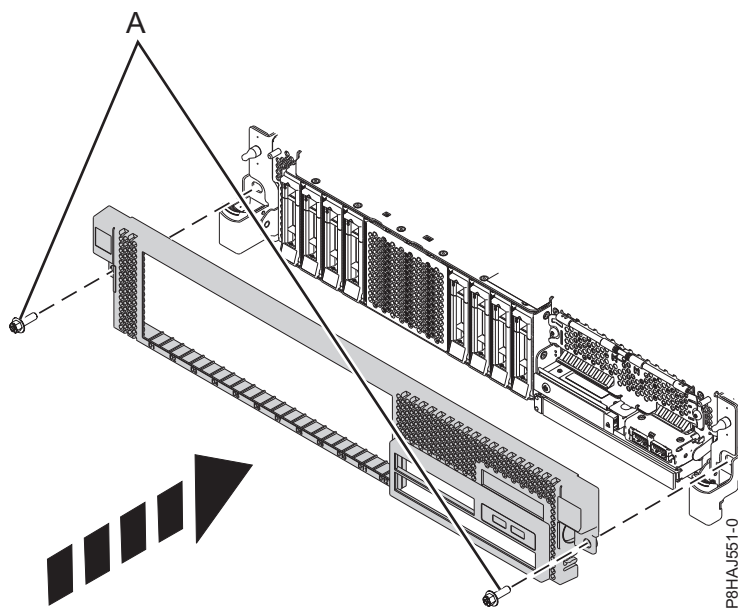

Figure 19. Installation du capot avant
3. Appuyez sur les loquets dans le sens indiqué dans la figure 19, à la page 36. Le capot avant se met en place ; il est doté d'un renforcement permettant de le tenir plus facilement.
4. Remettez en place les vis de transport (A).